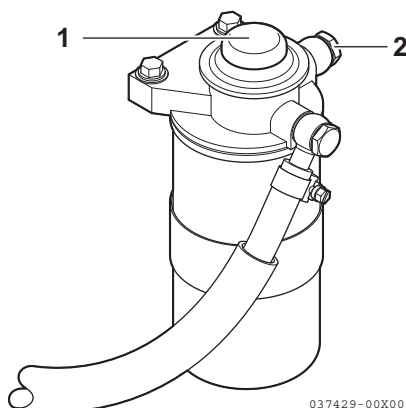

Figura 4
3. Afloje el tornillo de purga de aire (**Figura 4, (2)**) de dos a tres vueltas.
4. Empuje y tire de la bomba de cebado (**Figura 4, (1)**) para expulsar el aire fuera del tornillo de purga de aire.